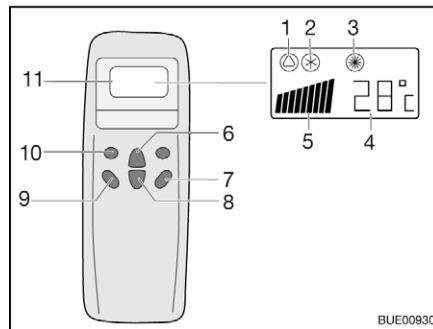
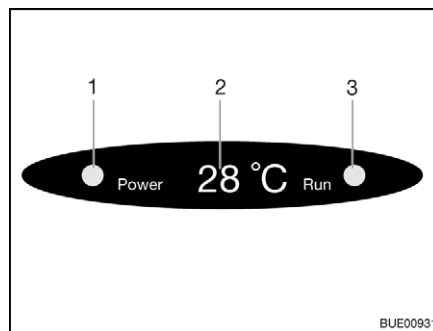

Fig. 204 Telecomando
Fig. 205 Display su diffusore
- Premere il tasto "ON/OFF" (Fig. 204,7).
- Premere il tasto "Mode" (Fig. 204,10) spesso, finché la modalità desiderata (Fig. 204,1, 2 o 3) viene visualizzata sul display. La spia di controllo relativa sul display sul diffusore (Fig. 205,3) si accende.
- Con i tasti di aumento della temperatura (Fig. 204,6) o di riduzione della temperatura (Fig. 204,8) regolare la temperatura desiderata.
- Con il tasto numero di giri ventola (Fig. 204,9) selezionare il livello desiderato per la ventola.